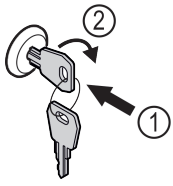

Fig. 57
- ▶ Introducir la llave Fig. 57 (1).
- ▶ Girar la llave 90° en el sentido de las agujas del reloj Fig. 57 (2).